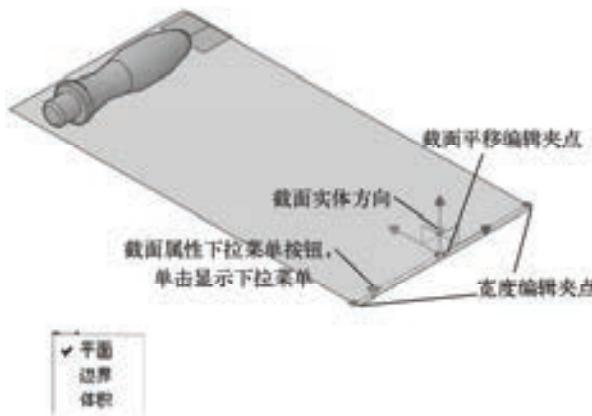
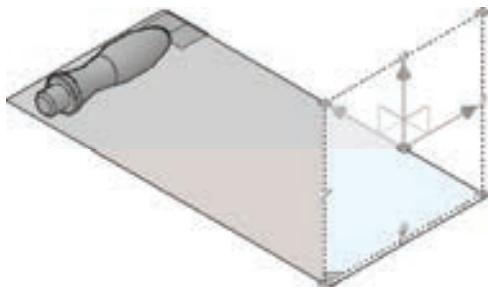
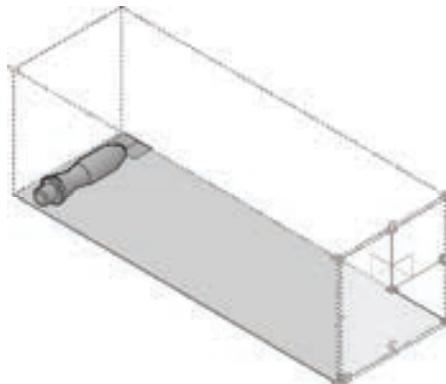

图 11-5 截面编辑夹点
图 11-6 截面边界
图 11-7 截面体积
单击活动截面平面,显示编辑夹点,如图 11-5 所示,其功能分别介绍如下。
- 截面属性下拉菜单按钮: 单击该按钮,显示当前截面的属性,包括截面平面(见图 11-5)、截面边界(见图 11-6)和截面体积(见图 11-7)三种,分别显示截面平面相关操作的作用范围,调节相关夹点,可以调整范围。